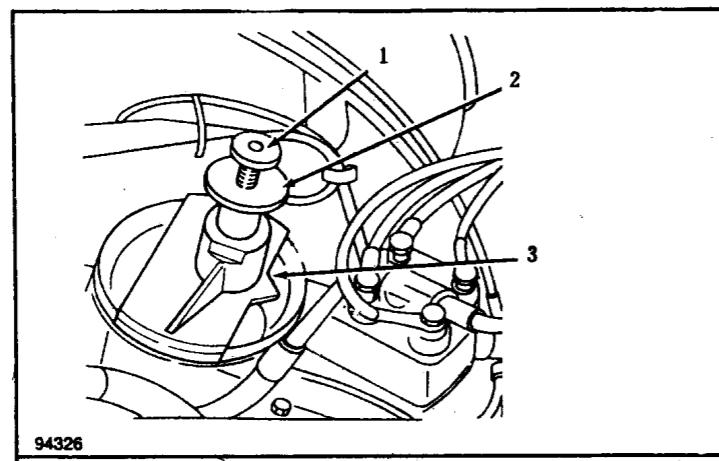

图1-11 气流传感器片可调架部件位置
3) 检查不要让油管扭结或弯曲。下面要松动管接头，调整好油管，再拧紧接头，然后拆下气流传感器上的橡皮套，最后转动固定螺钉，并抬起传感器片可调架(VW1348/1)上的调整板，这样就可以模拟节气门处于全开时的位置。参见图1-11
4) 把气流传感器片可调架放在气流传感器上(可调架的中心部位要高出传感器片)。需要注意的是，可调架底座边缘上的指示器一定要指向燃油分配器的中心部件(参见图1-11)，然后把可调架上的调整板向下推，一直推到定位器的位置上。